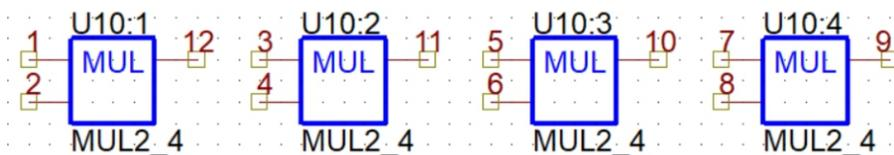

Рис. 18 Схематичне зображення блока “Множення”
2.3 Блок **Множення** містить 8 входів і 4 виходи і є 4-х елементним, тобто складається з 4-х незалежних елементів, кожен з яких містить 2 входи і 1 вихід (Рис. 18).
В середовищі програмування блок Множення встановлюється поелементно. На Рис.18 наведено приклад вигляду 4-х елементів блоку Множення з порядковим номером 10.